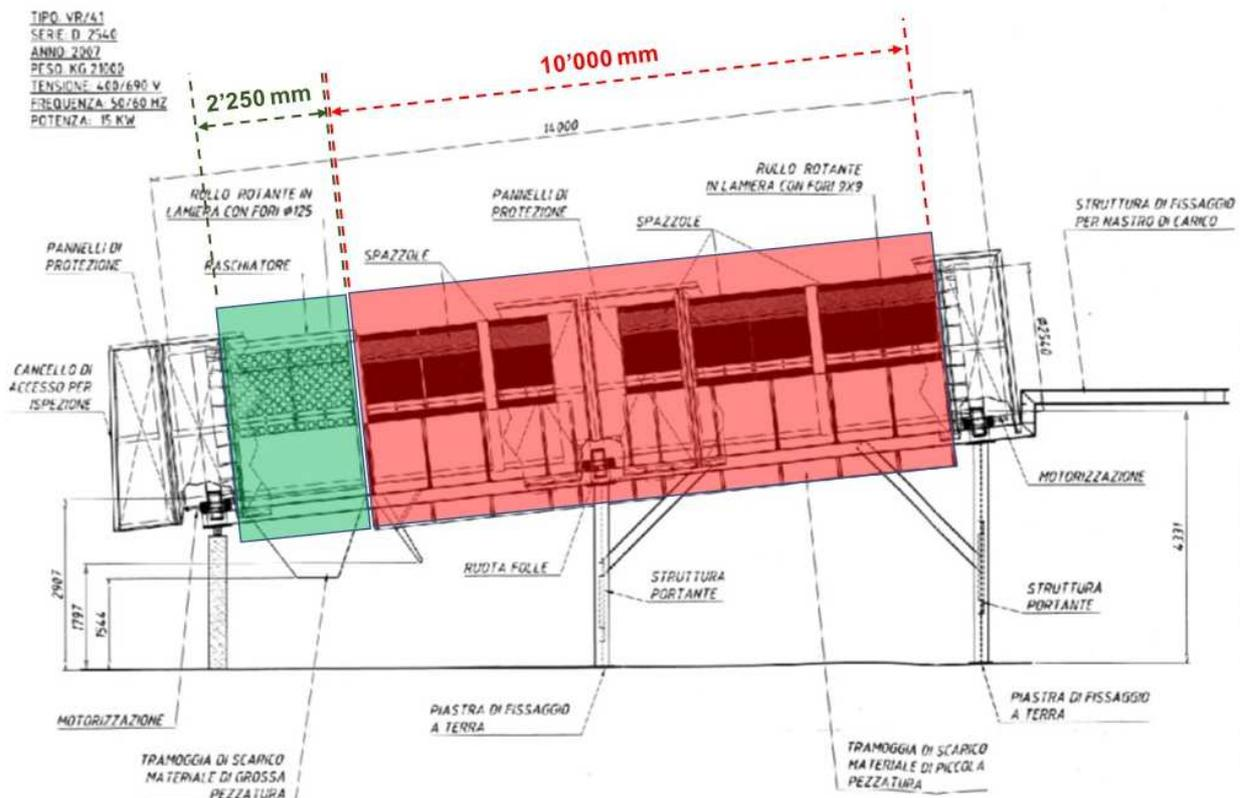

Figura 1 Schema generale vaglio rotante
Il vaglio, utilizzato per la separazione dimensionale del materiale solido al termine del processo di compostaggio, è costituito da due stadi (si veda figura 1):
- Tamburo rotante vagliatore: con diametro pari a 2'540 mm e lunghezza pari a 14'000 mm (vedi figura 1). Per la pulizia del rullo sono predisposte delle spazzole ed un raschiatore;